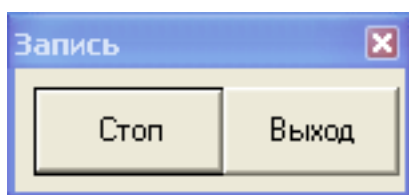

Рисунок 3
4.10 ПП представляют собой два ультразвуковых датчика (смотри рисунок 3 приложения Б) «Датчик 1», работающий в качестве излучателя ультразвуковых колебаний, и «Датчик 2», работающий в качестве приемника. ПП выполнены с преломляющими ультразвук пластмассовыми призмами, содержащими стандартные пьезоэлектрические преобразователи.
внутренний диаметр 100 мм при расходе 20,4 м3/час. После нажатия кнопки «Сохранить», начинается запись сигнала (Рисунок 3).